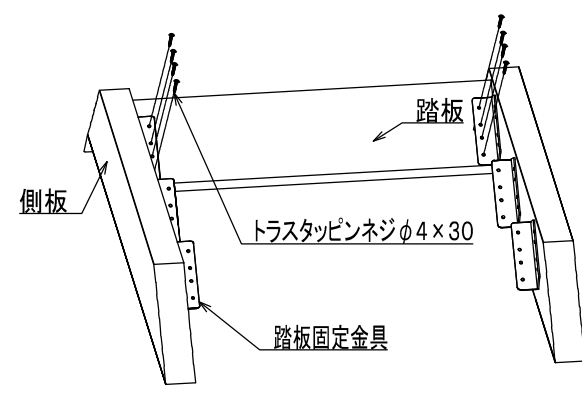

図4. 踏板の取付
③ 階段の組立・取付
- (1) 側板に取り付けられている踏板固定金具の上に踏板を置き、トラスタッピンネジφ4×30で固定して下さい(図4)。